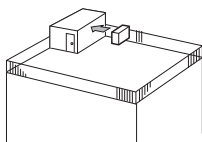

Fig. 2-4
① Pagrieziet gaisa izplūdes atveri pret tvāko pieejamo sienu tā, lai tā atstātos 35 cm attālumā no sienas. (Fig. 2-4)